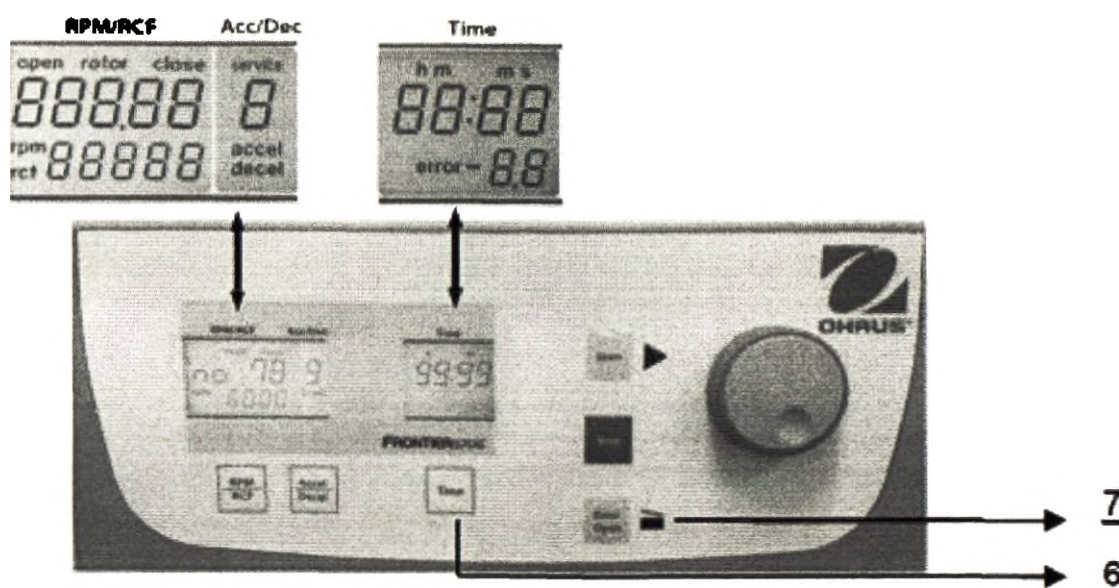

Рис. 26
Выключите центрифугу, нажмите кнопки **Time** (6) и **Door Open** (7) и, удерживая их, снова включите центрифугу. После отпускания кнопок в течение приблизительно 5 с будет выполнена проверка экрана. На время проверки на экране зажигаются все сегменты и индикаторы (см. рис. 26).